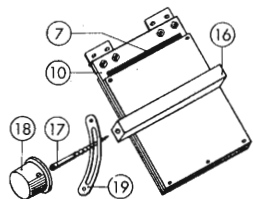

Fig. 304. Montaggio dello specchio mobile, con bottone di comando e mascherina.
Lo schermo (8) (135×135 mm) è fissato sul telaio (11) con listelli analoghi; il telaio a sua volta è avvitato sui pezzi (1f) e (1g). Lo specchio (7) (12×15 cm) è montato in un telaio (10) di legno compensato e deve essere molto sottile, a meno che non si usi uno specchio argentato in superficie. Questo telaio viene fissato con due cerniere su (1h) e reso azionabile dall'esterno, secondo le figure 304 e 305. Sul suo fondo incolliamo un listello (16) (15×15 mm) la cui testata